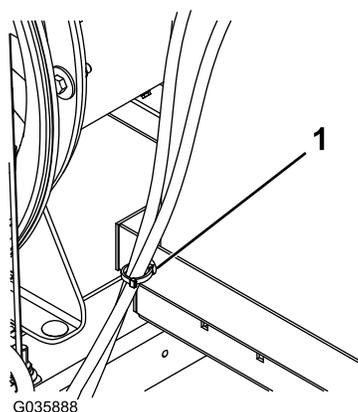

Bild 10
11. Rasten Sie den Kabelbinder an der Seite der Auflageplatte des Kraftstofftanks ein und befestigen Sie die beiden Kraftstoffleitungen daran (Bild 10)